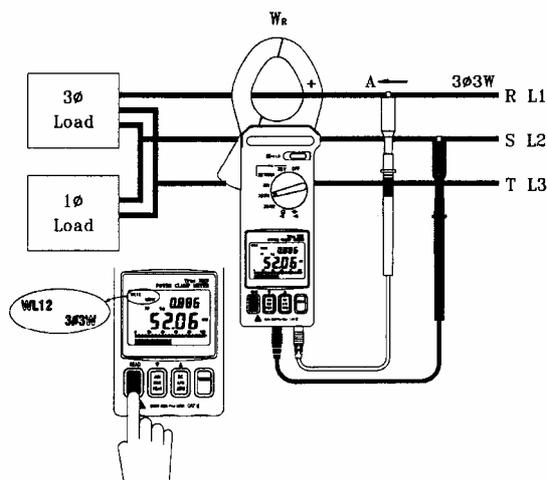

Рис. 4
1. Измерение мощности  $W_{RS(L1L2)}$  (см. рис. 4)